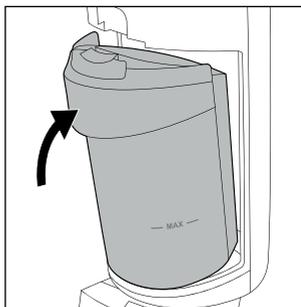

Fig. 30
- ◆ Fissare nuovamente il contenitore dell'acqua sporca **2** all'apparecchio inserendo innanzitutto il fondo del contenitore dell'acqua sporca **2**. Poi spingere il contenitore dell'acqua sporca **2** verso l'apparecchio finché il contenitore dell'acqua sporca **2** non s'innesta udibilmente nell'apparecchio (vedere fig. 30).